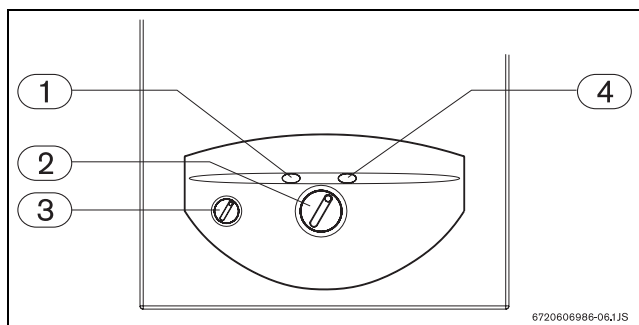

Рис. 3
- ▶ Установить терморегулятор (рис. 3, поз. 2) на 40°C (сжиженный газ) или на 35°C природный газ.
- ▶ Нажать кнопку состояния горелки (рис. 3, поз. 4) и установить главный переключатель (рис. 3, поз. 3) в положение I.
- ▶ Держать нажатой кнопку состояния горелки (рис. 3, поз. 1) до тех пор, пока кнопка возврата параметров не станет мигать.
- ▶ Установить терморегулятор (рис. 3, поз. 2) в положение 50°C.
- ▶ Нажать на кнопку состояния горелки (рис. 3, поз.4) и установить главный переключатель (рис. 3, поз. 3) в положение I.
- ▶ Установить терморегулятор (рис. 3, поз. 2) в положение 55°C.
- ▶ Установить терморегулятор (рис. 3, поз. 2) на 45°C.
- ▶ Нажать кнопку состояния горелки (рис. 3, поз.4) и установить главный переключатель (рис. 3, поз. 3) в положение I.
- ▶ Установить главный переключатель (рис. 3, поз. 3) в положение 0.